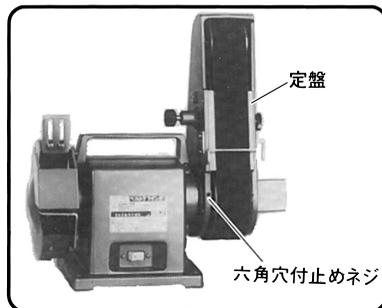

図 14
- (2) 垂直位置になると定盤がストッパーに当たりますのでこの位置で六角穴付止めネジを確実に締付けてください。(図14)